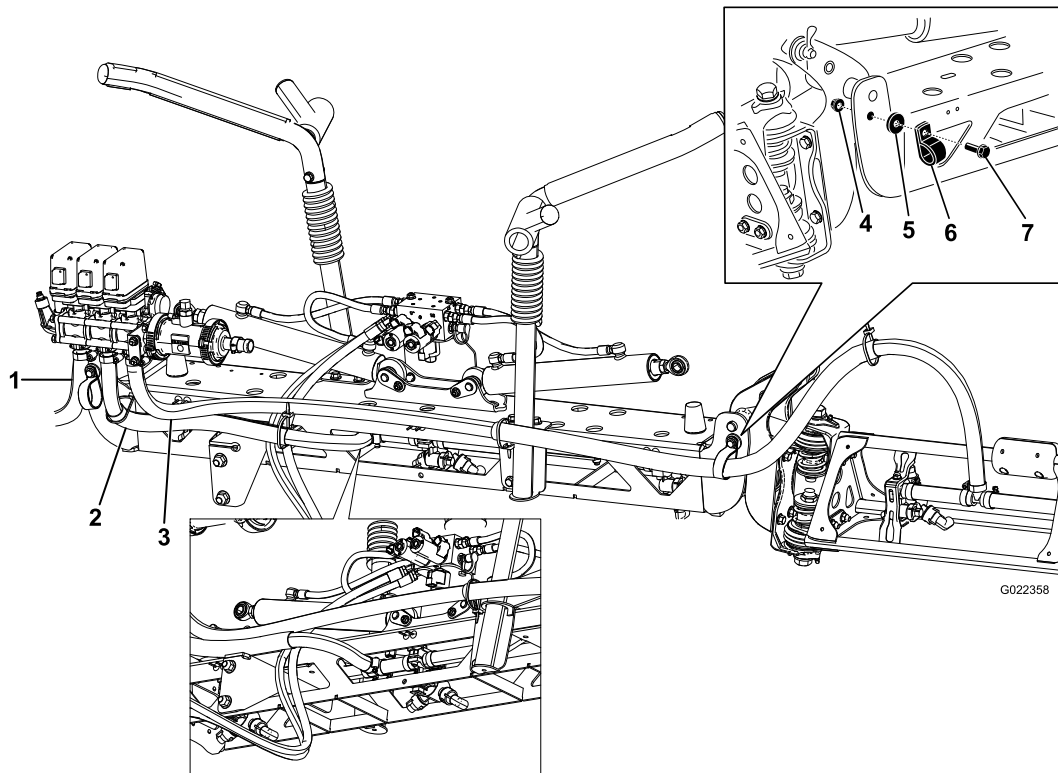

図 23
1. ブームホースを図 23のように配置する。
注 ショルダボルトとナットを使って、ホースとRクランプを図 23のように固定する。